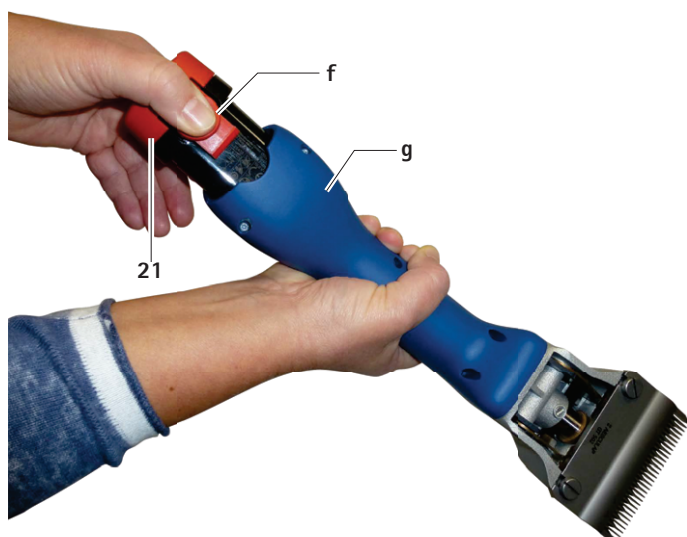

Fig. 1
- Țineți mașina de tuns cu acumulator **g** cu capul de tăiere în jos, pentru ca acumulatorul Li-Ion **21** să nu cadă după deblocare, vezi Fig. 1.